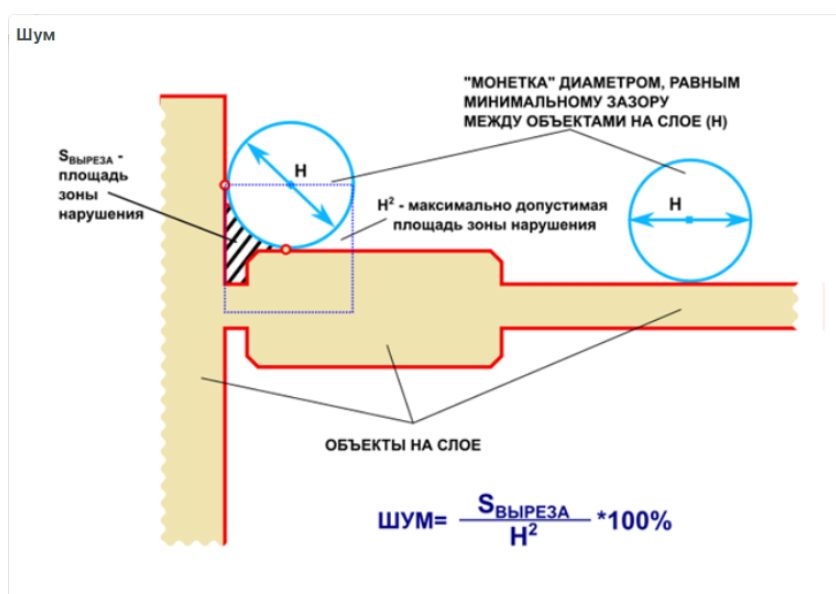

Рис. 474 Расчет значения шума
- максимального заданного значения шума: отношения площади выреза к квадрату минимального зазора между объектами (0%–100%) между всеми элементами, расположенными на выбранных слоях печатной платы, см. Рис. 474.